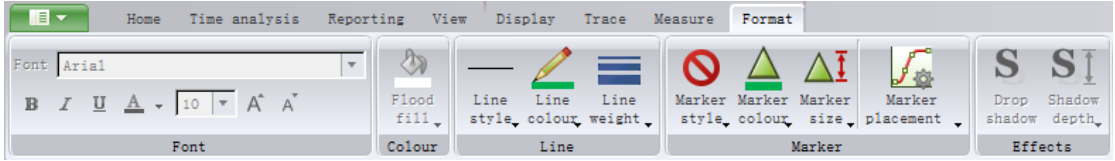

图 3-39 “Format” 菜单中的按钮
7) “Format” 菜单中的按钮如图 3-39 所示，具体说明见表 3-21。